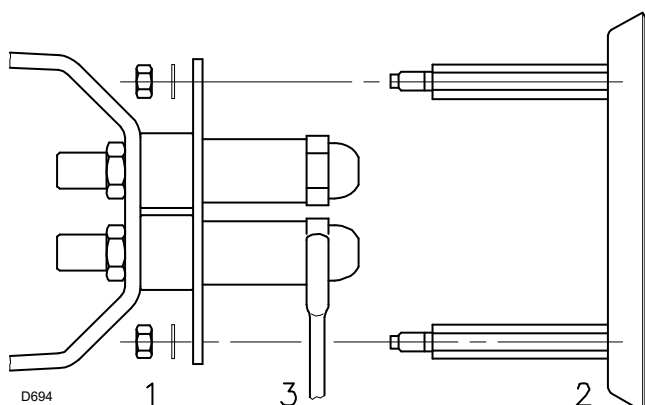

图 12
- 按第 11 页图 (7) 所示，将燃烧器沿滑杆取下。
- 取下螺母 1) (图 12) 和稳焰盘 2)。
- 使用扳手 3)(图 12) 更换喷嘴。